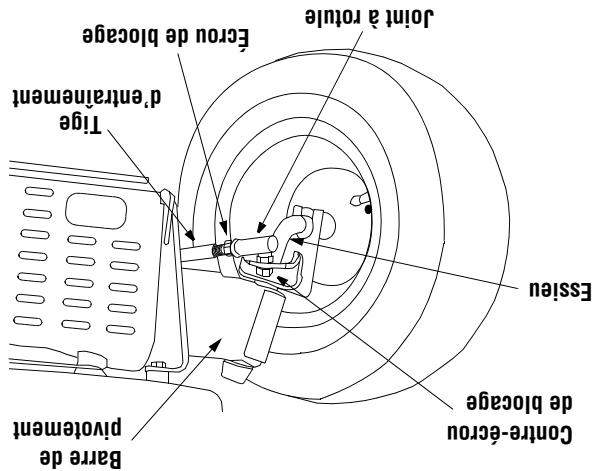

Figure 16
- Desserrez l'écrou de blocage de la tige d'entraînement sur l'arrière du joint à rotule. Voir la Figure 16.
- Retirez le contre-écrou de blocage sur le dessus du joint à rotule. Voir la Figure 16.